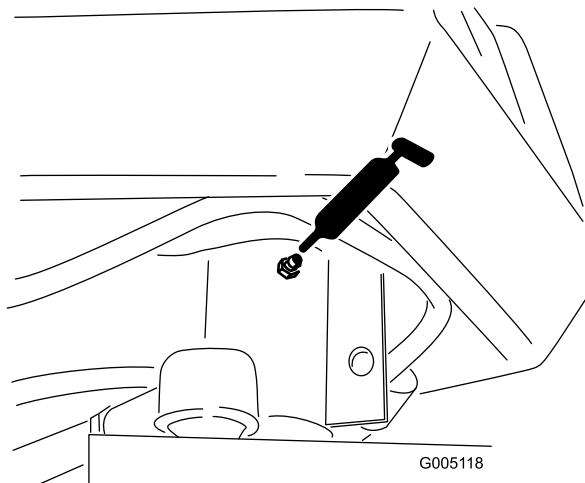

Figura 39
- Eje de la horquilla de dirección (1) (Figura 39)
- Extremo de la varilla (Figura 39)